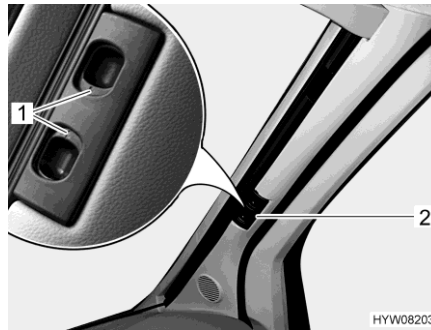

Fig. 109 Dispositif occultant plissé (pare-brise)
- Presser les poignées de déverrouillage (Fig. 109,1) et les maintenir pressées.
- Tirer le dispositif occultant plissé pour le pare-brise par la poignée (Fig. 109,2) vers le centre de la fenêtre.
- Pousser les deux moitiés du dispositif occultant plissé pour le pare-brise par la poignée (Fig. 109,2) à fond vers l'extérieur. Soulever la poignée à la hauteur de l'évidement de verrouillage.
- Lâcher les poignées de déverrouillage (Fig. 109,1) et les faire s'enclencher.